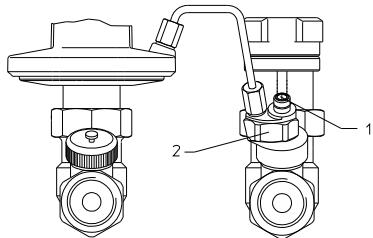

Abb. 6.1: „Hycocan DTZ“, Darstellung Impulsleitungsanschluss, (Einbau im Rücklauf)
5. Öffnen der Impulsleitung im Vorlauf mit einem Inbus-schlüssel (SW4) über die Spindel (Teil 1) (vgl. Abb. 6.1)
2. Absperrnen der Impulsleitung am Vorlaufventil. (Siehe Abb. 6.1)
2. Absperrnen der Impulsleitung am Vorlaufventil und am Gehäuse des „Hycocan DTZ“ (Siehe Abb. 6.1)